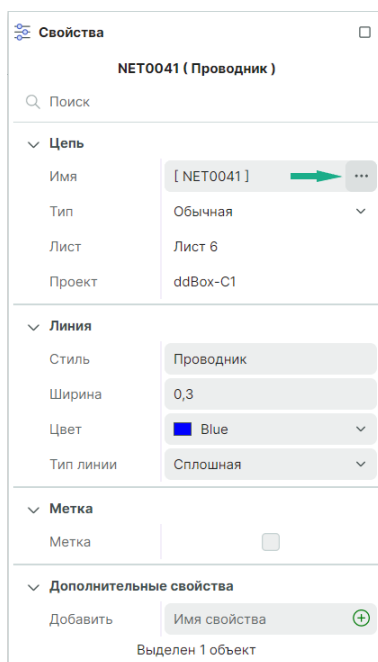

Рис. 112 Переход к переименованию цепи
- Из панели «Свойства» → раздел «Цепь» → пункт «Имя» → символ «...», см. Рис. 112.